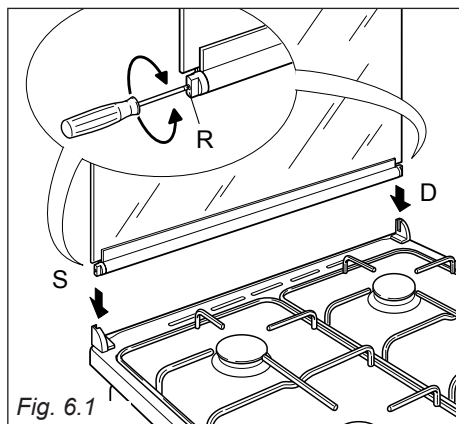

Fig. 6.1
- nella sede destra deve essere montata la cerniera con la stampigliatura **"D"** mentre nella sede sinistra la cerniera con la stampigliatura **"S"** (fig. 6.1)
Eventualmente registrare la taratura delle molle delle cerniere ruotando le viti **"R"** in senso orario (fig. 6.1).